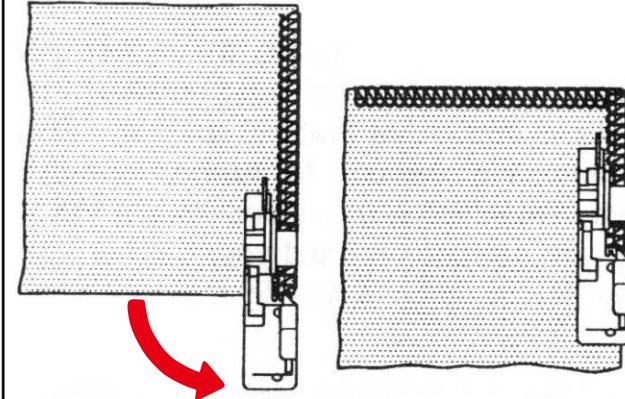

Fig.1
3. Tournez le tissu, abaissez le pied presseur et commencez à coudre dans la nouvelle direction. Fig. 1.
1. Appuyez sur le guide-fil amovible, dans votre kit d'accessoires sur la tige de guide-fil (fig. 1).
2. Placez un fil de renfort, tel qu'un coton à crochet, un fil de laine, un fil à tricoter, ou un cordonnet froncé et élastique à l'arrière des porte-bobines de la machine. Passez le fil dans les guide-fils (1) et (2), puis dans le guide-fil d'aiguille gauche (3). Voir figure 1.